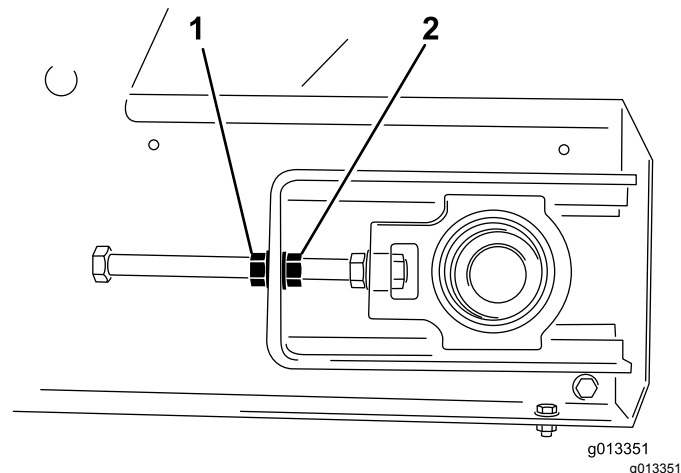

Figura 55
- Usando 2 llaves, sujete el extremo de la varilla tensora y luego afloje la contratuerca, es decir, la tuerca más próxima al extremo de la varilla (Figura 55).
- En el lado hacia el cual se desvía la cinta, sujete el extremo de la varilla tensora, luego afloje la contratuerca y apriete la tuerca de ajuste 2 caras de la tuerca (Figura 55).